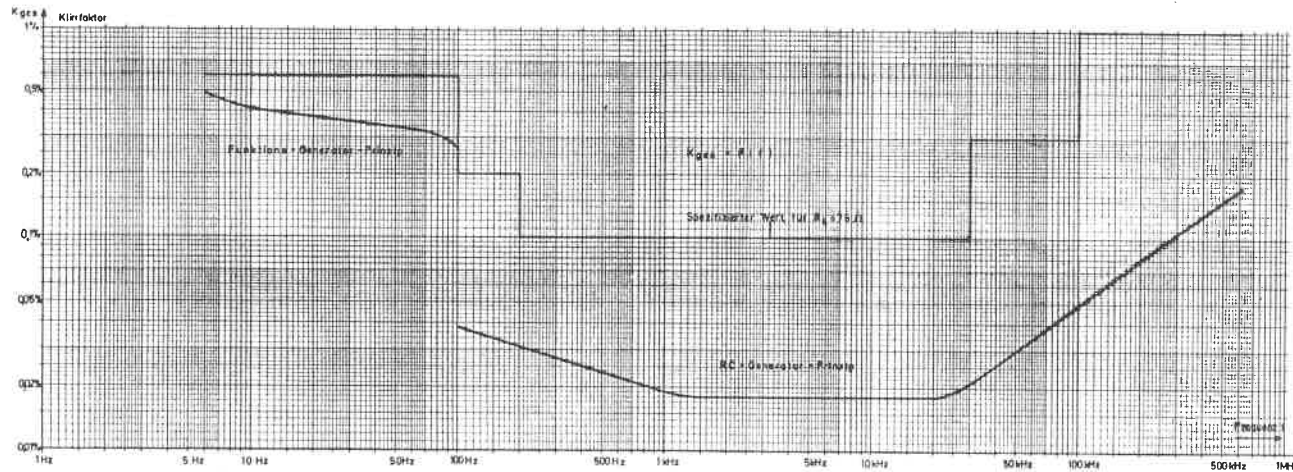

Abb.3
Mit Schalter (6) kann zwischen den Betriebsarten FAST SETTLING und LOW DISTORTION unterschieden werden. In Stellung LOW DISTORTION gilt der in Abb. 3 gezeigte